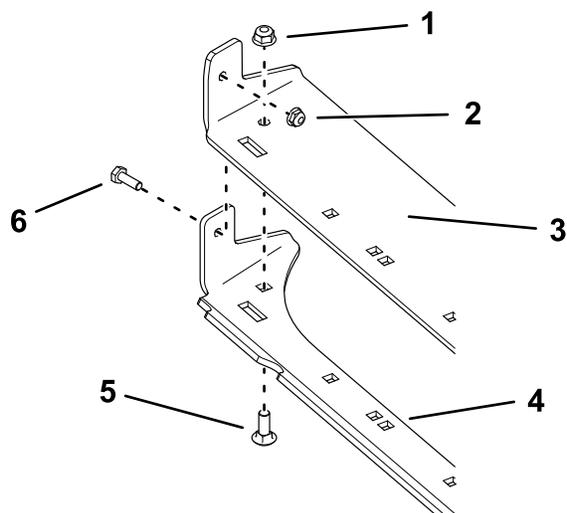

Figure 3
4. Fixez la jupe de protection droite au déflecteur en caoutchouc droit au moyen d'un boulon de carrosserie (5/16 x 7/8 po) et d'un écrou (5/16 po), comme montré à la Figure 3.
5. Fixez ensemble le côté droit du déflecteur en caoutchouc et de la jupe de protection comme montré à la Figure 3.
6. Fixez les déflecteurs en caoutchouc et les jupes de protection sur le tablier au moyen de boulons de carrosserie (5/16 x 1 po) et de contre-écrous (5/16 po), comme montré à la Figure 3.